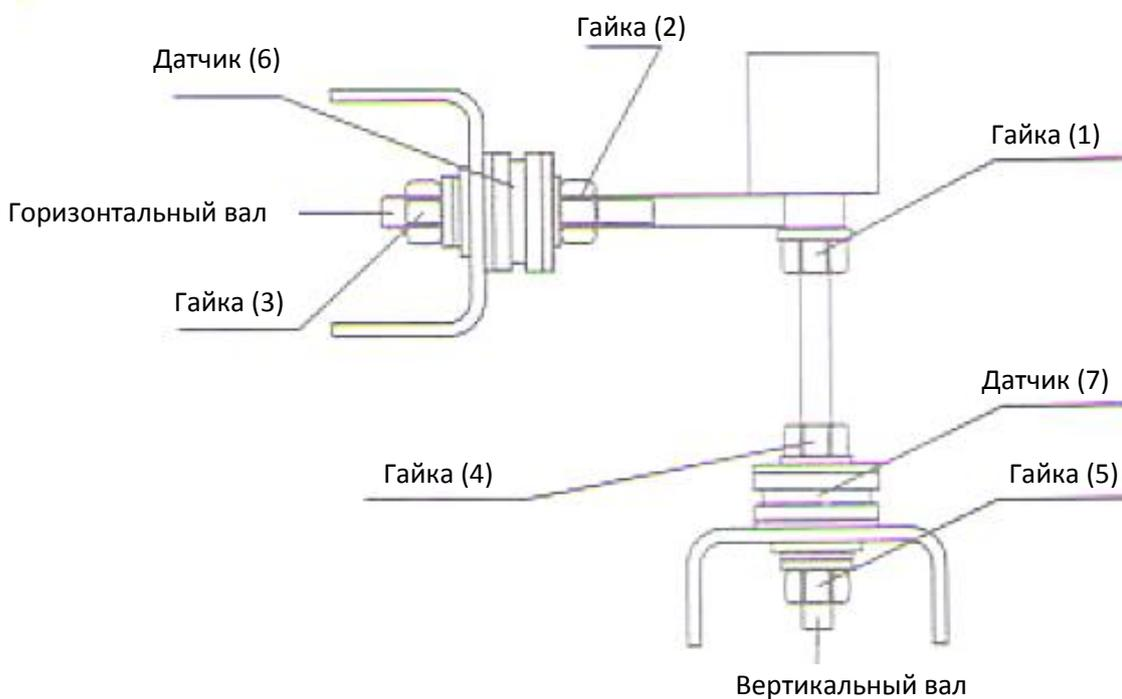

Рис. 18-1
4. Установить датчик с гайкой в соответствии с рис. 18-1 (следует обратить внимание на направление установки датчика).